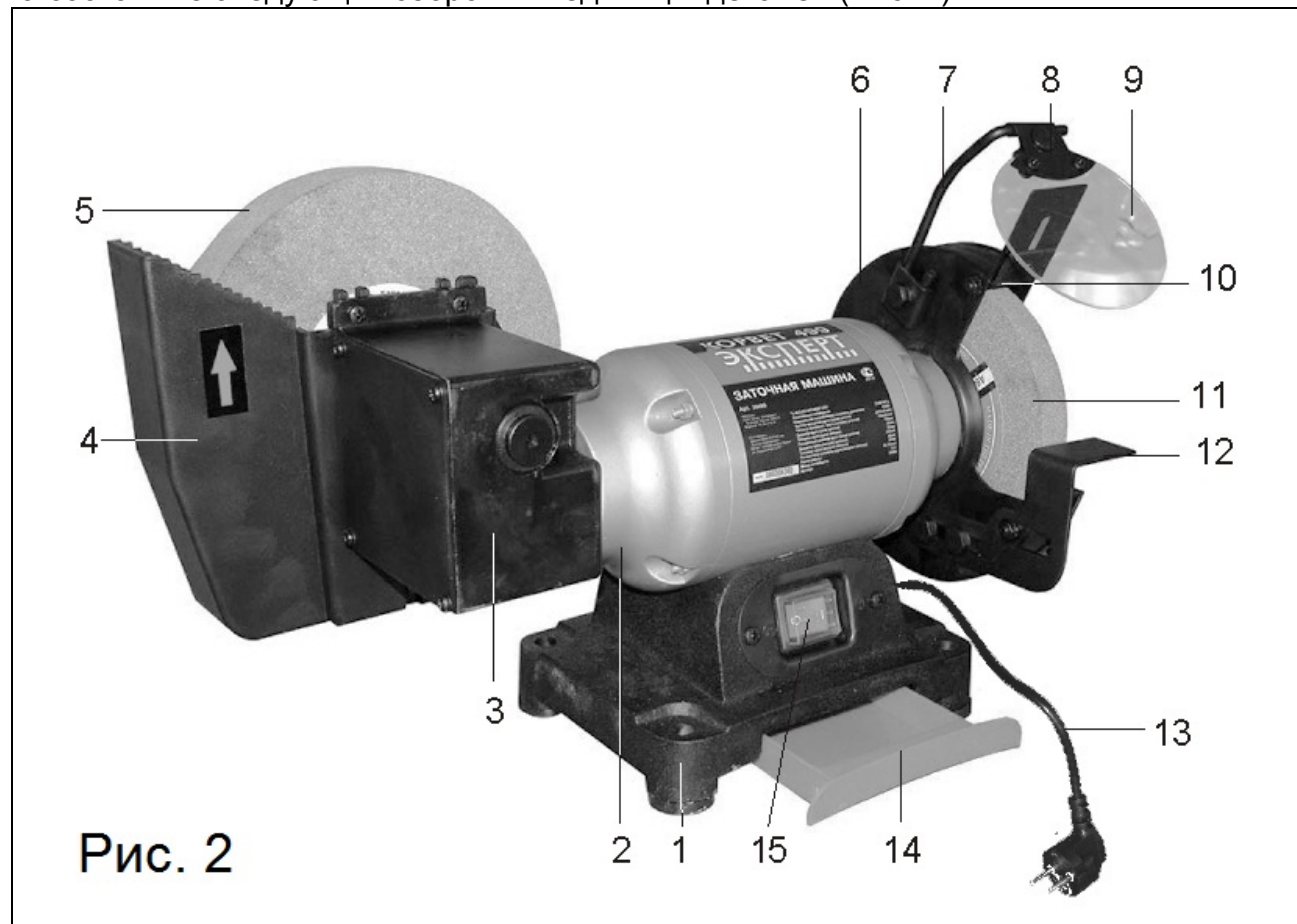

Рис. 2
Машина состоит из следующих сборочных единиц и деталей (Рис. 2):
## 8. МОНТАЖ (Рис. 2)
Каждый раз после окончания работы демонтируйте крышку редуктора (3), Рис. 2, очистите механизм от пыли и грязи и смажьте густой смазкой, установите крышку редуктора (3).
### 10.1. Пуск машины (Рис. 2)
#### 10.2. Заточка режущего инструмента (Рис. 2)
#### 11. ЗАМЕНА ШЛИФОВАЛЬНОГО КРУГА (Рис. 2, 5-7)